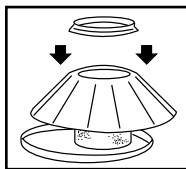

FIGURE 5
13. Centrez le filtre sec réutilisable sur le support de couvercle **FIGURE 5.**